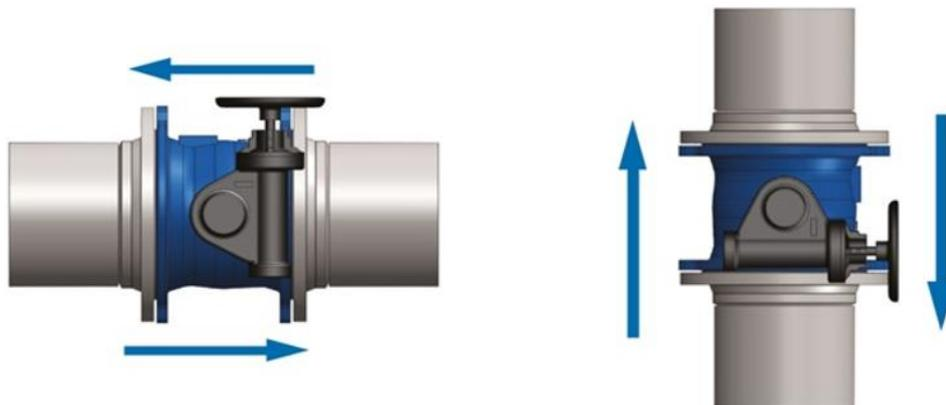

Рис. 3. Положение затвора на трубопроводе при монтаже.
- 3.2.1. Положение затвора на трубопроводе при монтаже на вертикальном и горизонтальном трубопроводе: ось затвора должна располагаться горизонтально (Рис. 3).